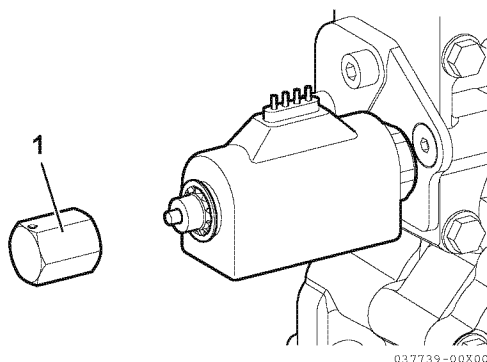

Abbildung 13
- Die Notmutter (1, **Abbildung 13**) auf das Elektroventil schrauben.